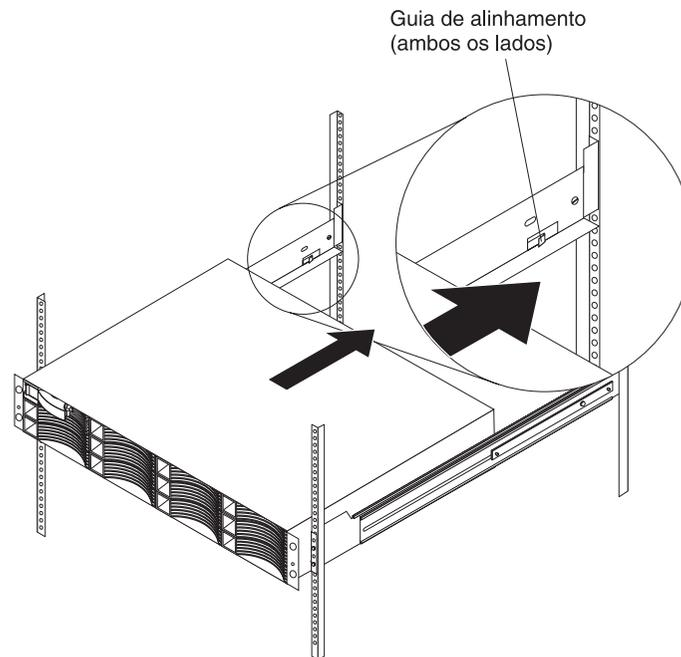
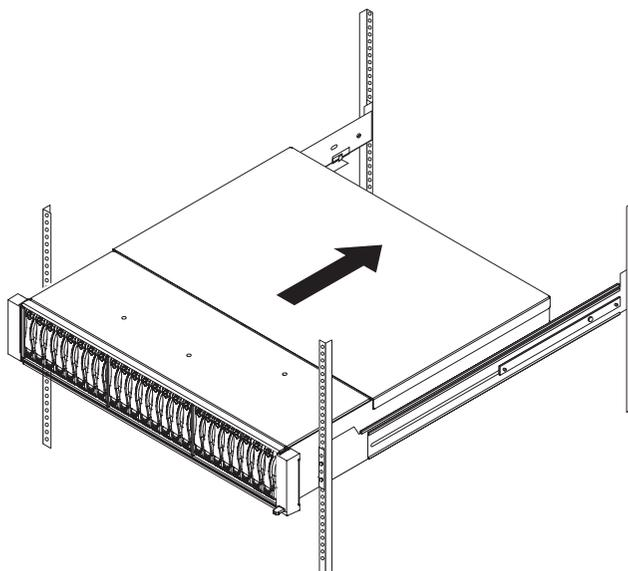

Figura 9. Posicionando um DS3512 ou um EXP3512 em um rack
Figura 10. Posicionando um DS3524 ou um EXP3524 em um rack
2. Arraste a parte traseira do subsistema de armazenamento ou do gabinete de expansão sobre os trilhos de suporte como é mostrado para o DS3512 e EXP3512 em Figura 9 e para o DS3524 e EXP3524 em Figura 10 na página 11.